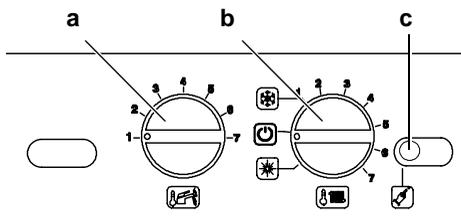

Figura 5.36 Pannello comandi.
- Per uscire dalla programmazione posizionare il selettore di funzione / manopola regolazione temperatura riscaldamento **b** come indicato in **Figura 5.36**